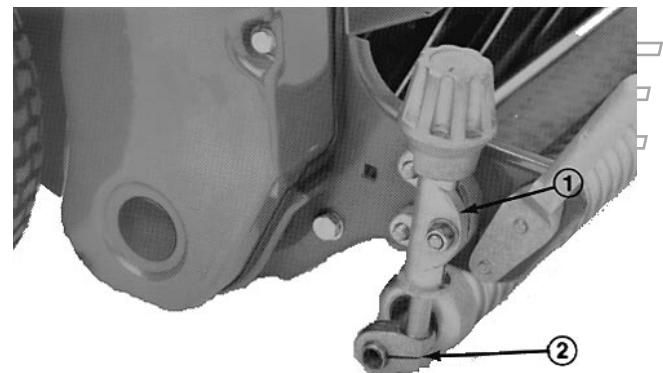

Bild 6
2. Die Kontermuttern lösen, mit denen die Schnitthöheneinstellprofile an den Mäherseiten abgesichert sind (Bild 6).